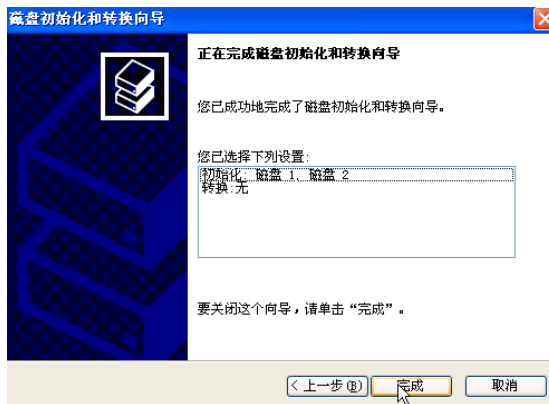

图 5-27 初始化完成
(15) 单击“下一步”按钮，完成初始化，如图 5-27 所示。